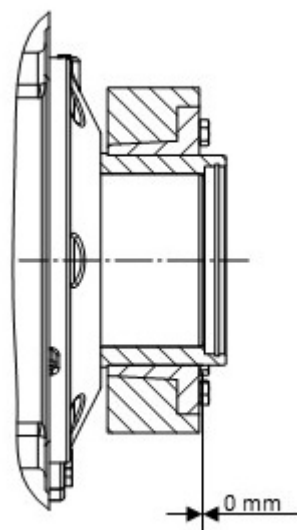

Рисунок 13: Установка стяжной муфты
8. После затягивания стяжных болтов торцевая поверхность внутреннего кольца должна плотно прилегать к торцевой поверхности наружного кольца; кольца должны располагаться друг над другом. Осмотреть стяжную муфту и убедиться в отсутствии деформации (Рисунок 13).